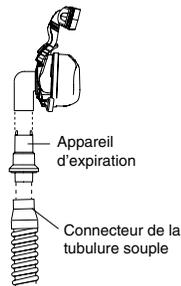

FIGURE 3-4 CONNEXION D'UN MASQUE AVEC APPAREIL EXPIRATOIRE SÉPARÉ
- b. Si vous utilisez un masque avec un appareil expiratoire séparé, connectez l'extrémité ouverte de la tubulure souple à l'appareil expiratoire (Figure 3-4). Orientez-le de façon à ce que le souffle ne soit pas dirigé vers votre visage. Branchez le connecteur du masque sur l'appareil expiratoire.